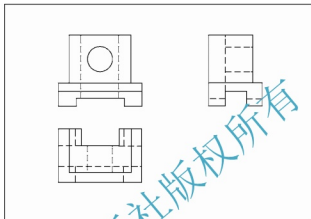

图 13-25 关闭视口所在图层后的图形
(8) 完善图形：包括添加对称线、轴线、中心线等图线以及标注。其过程为：
① 在布局中，切换到图纸空间：
② 关闭视口所在的图层：使用 SOLVIEW 创建的视口，放置在系统自动创建的“VPORIS”图层上，将该层关闭，结果如图 13-25 所示。